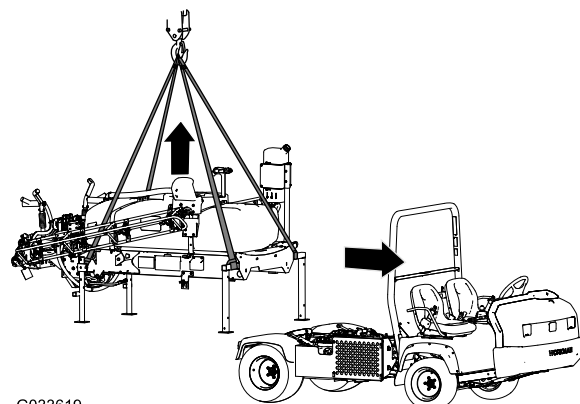

Figure 138
- Abaissez les rampes à 45° environ et faites les pivoter en avant (Figure 138).
5. Fixez le matériel de levage aux tubes horizontaux des jambes de support avant et le montant vertical aux jambes de support arrière (Figure 138).
7. Levez le patin de la cuve à une hauteur suffisante pour éviter le patin de la machine (Figure 138).